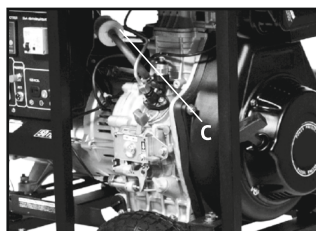

Рис. 14
- Этот фильтр (рис.14, С) необходимо заменять по мере его загрязнения, через 300 часов работы генератора, но не реже чем раз в год.